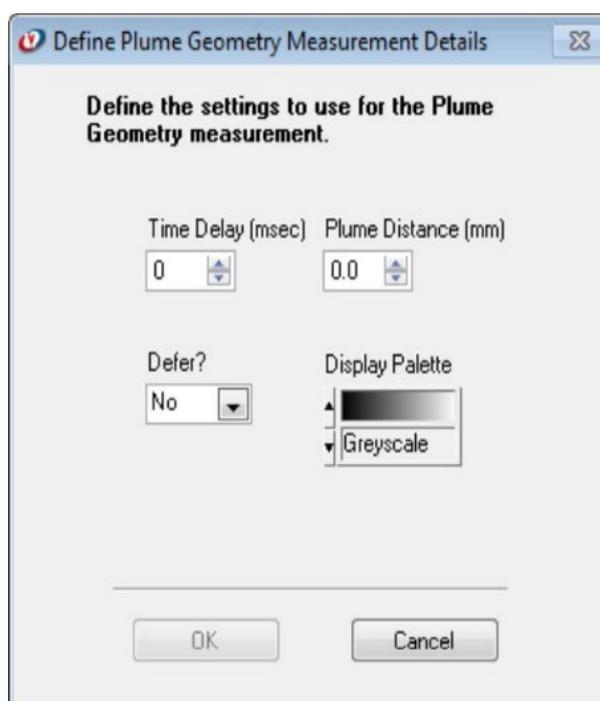

Figura 36. Tela de medição da geometria da pluma.
- (3) Após selecionar *Plume Geometry*, será aberta a caixa de diálogo conforme Figura 36.
- (4) Use o controle *Time Delay* e defina o tempo de atraso após o tempo de início do atuador para analisar o desempenho da geometria da pluma. As recomendações atuais da FDA indicam que uma imagem representativa da “região estável” da pulverização deve ser usada para análise da geometria da pluma.
- (5) Selecione a distância do orifício onde a largura da pluma será medida usando a Distância de largura da pluma no controle *Plume Distance (mm)*. As recomendações indicam que a largura da pluma deve ser medida nas mesmas distâncias utilizadas para análise do padrão spray/pulverização, para que os dois conjuntos de medições possam ser correlacionados. Portanto, insira uma das distâncias do padrão spray/pulverização neste campo.
- (6) Selecione se deseja adiar a realização das medições para mais tarde, o botão de adiar *Defer?* conforme Figura 36. As opções incluem: